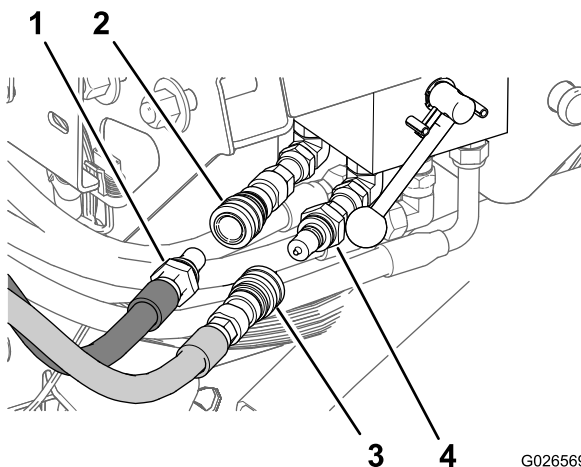

Figura 15
2. Collegate l'accoppiatore rapido del flessibile della pressione per la valvola di sollevamento barre all'accoppiatore rapido nella porta C3 della valvola selettoria (Figura 15).
3. Collegare l'accoppiatore rapido del flessibile di ritorno per la valvola di sollevamento barre all'accoppiatore rapido nella porta **C4** della valvola selettiva (Figura 15).